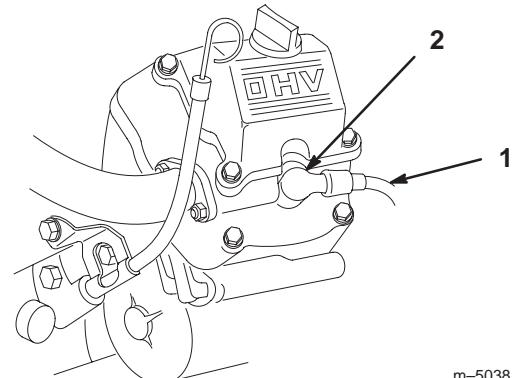

Figure 42
2. Nettoyez la surface autour des bougies pour éviter que des impuretés n'endommagent le moteur en tombant à l'intérieur. Débranchez les fils des bougies (Fig. 42).
- Connectez les fils aux bougies (Fig. 42).